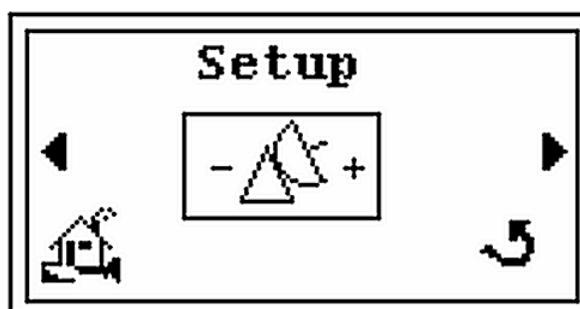

Figure 2-28 Ecran de réglage
3. Presser **▶** et l'écran de *Réglage* apparaît (Figure 2-28).